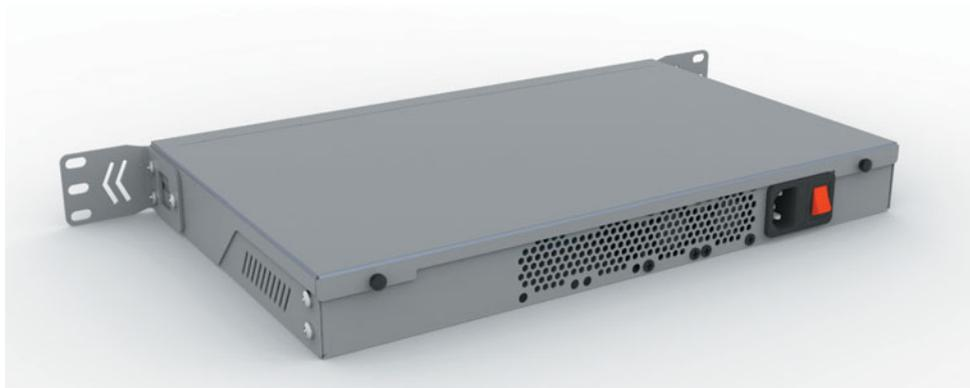

Рисунок 4 - Тыльная сторона устройства
- «PWR» – светодиодный индикатор электропитания (светит зеленым цветом при подаче постоянного тока напряжением 12 В на разъем «+12V» (см. рисунок 4));
Подключение устройства к сети электропитания осуществить подключением источника питания к разъему «+12V» на тыльной стороне устройства или к разъемам «GND» и «+12V» на модуле согласнорисунка 6 (для исполнения АНПБ.465235.003) или к разъему 220 В (см. рисунок 4) при помощи стандартного шнура питания (для исполнения АНПБ.465235.003-01). Клемму заземления на тыльной стороне устройства подключить при помощи медножильного провода сечением не менее 0,75 мм2 к контуру защитного заземления.